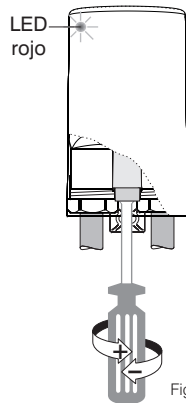

Fig. 7
- efectuar la regulación (de 2 a 200 LUX) actuando sobre el trimmer (fig.7); el encendido del LED señalará el estado de activación del umbral.